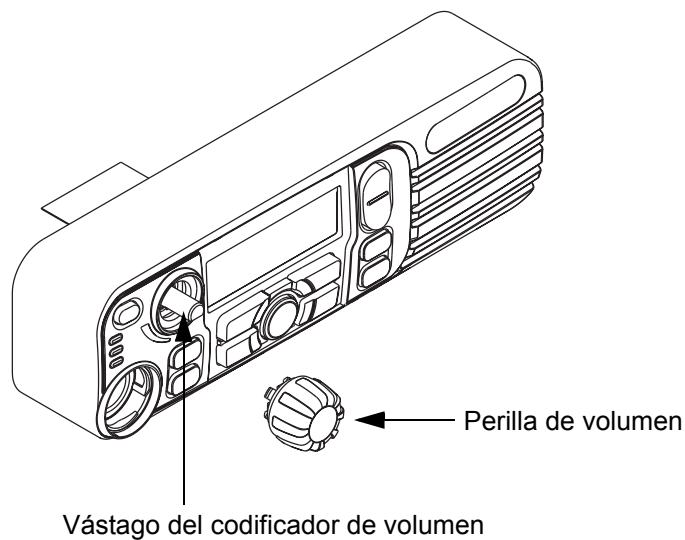

Figura 5-29 Montaje de la perilla de volumen
- Orienta la perilla de volumen de manera que el agujero interior en forma de "D" se acople con el vástago del codificador de volumen y presione la perilla de volumen hacia dentro del conjunto de la unidad de control hasta que se enganche en el mecanismo de sujeción y gire libremente. Consulte la Figura 5-29.